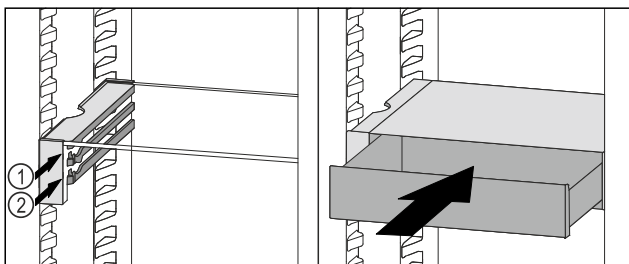

Fig. 80
- ▶ Установите выдвижной ящик VarioSafe за стопоры на требуемый выступ *Fig. 80 (1)* или *Fig. 80 (2)*.